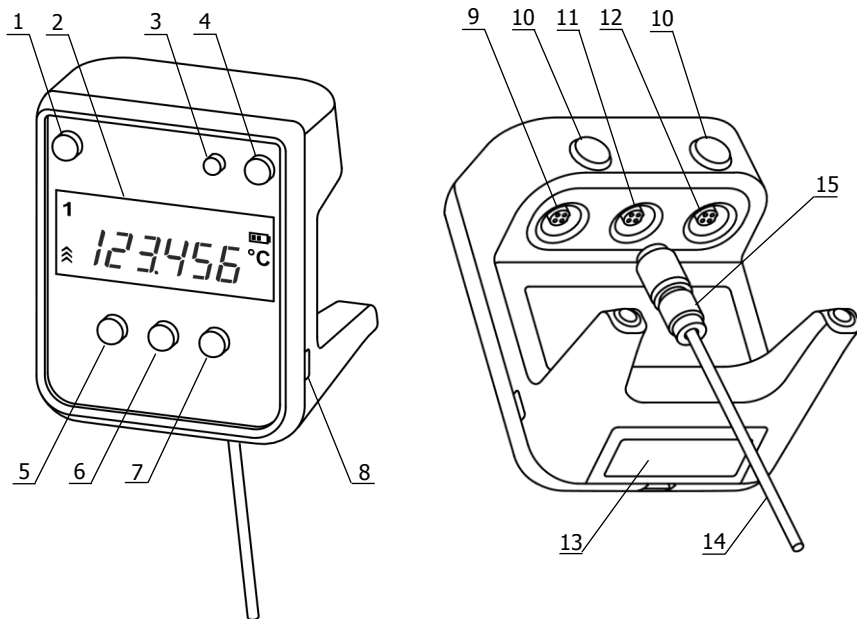
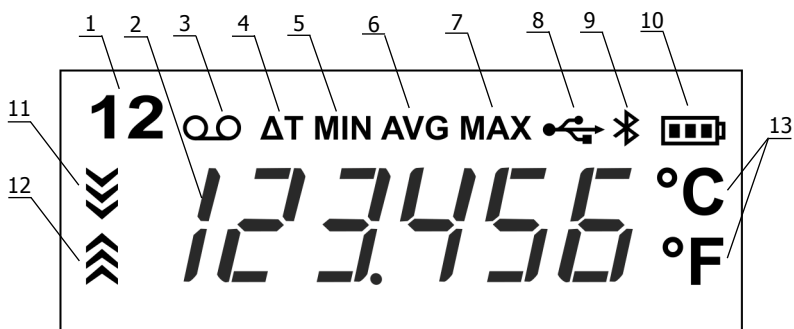

Рисунок 1 — Внешний вид термометра
Рисунок 2 — Дисплей термометра
2.2.2 Подключить датчик температуры к электронному блоку. Для этого совместить ключи на разъеме датчика 15 (рисунок 1 и ответной части разъемного соединения 11, затем вдвинуть датчик до упора и зафиксировать его при помощи резьбового соединения кожуха разъема.
2.2.3 Включить питание термометра кнопкой 4 (рисунок 1). Прибор не требует предварительного прогрева и сразу же готов к работе.
2.3.2 В случае двухканального исполнения электронного блока, переключение каналов выполняется нажатием кнопки 1 (рисунок 1). При этом загорается соответствующий индикатор канала 1 (рисунок 2).
2.3.3 Для оценки направления и скорости изменения температуры служат индикаторы 11 и 12 (рисунок 2), которые загораются при уменьшении или увеличении измеряемой температуры соответственно. Чем
2.4.2 Состояние элементов питания отображается на дисплее индикатором 10 (рисунок 2). Чем меньше "полосок" содержит символ батареи, тем сильнее разряжены элементы питания. Признаком необходимости замены элементов питания является индикатор без "полосок".
2.4.3 Для замены элементов питания открыть крышку батарейного отсека 13 (рисунок 1), извлечь старые элементы и установить новые, соблюдая полярность.
2.5.2 Для запуска/остановки записи результатов измерений в память, нажать кнопку 7 (рисунок 1). Индикатор 3 (рисунок 2) виден, когда запись результатов включена. Запись выполняется циклически.
2.6.1 При выполнении измерений термометр, начиная с момента включения, непрерывно отслеживает значения минимальной, средней и максимальной температуры датчика для каждого измерительного канала. Многократное нажатие кнопки 6 (рисунок 1) последовательно выводит на дисплей значения этих температур вместе с соответствующим индикатором 5-7 (рисунок 2).
2.6.2 Для двухканального исполнения электронного блока дополнительно имеется функция определения разности температур, измеренных датчиками первого и второго каналов. Результат работы этой функции можно вывести на дисплей нажатиями кнопки 6 (рисунок 1) до появления индикатора 4 (рисунок 2).
2.7.2 Для переключения между единицами измерения температуры нажать кнопку 5 (рисунок 1) и, удерживая ее, нажать кнопку 6.
2.8.2 Для циклического изменения количества знаков после запятой нажать кнопку 5 (рисунок 1) и, удерживая ее, нажать кнопку 7.
2.9.2 Переход в режим секундомера и обратно выполняется нажатием кнопки 1 (рисунок 1).
2.9.3 В режиме секундомера его запуск/останов выполняется нажатием кнопки 6 (рисунок 1). Кнопка 7 сбрасывает текущие показания.
- включить термометр, при этом должен появиться индикатор 8 (рисунок 2);
! *Подключение термометра к компьютеру под управлением операционной системы Windows 10 может быть нестабильным (индикатор 8 (рисунок 2) мигает). Для исправления этого, необходимо подключить термометр на 30 секунд, а затем выключить питание термометра и через 10 секунд включить снова. При необходимости процедуру повторить.*
2.11.2 Включение/выключение модуля осуществляется нажатием кнопки 3 (рисунок 1). Когда модуль включен, виден индикатор 9 (рисунок 2).